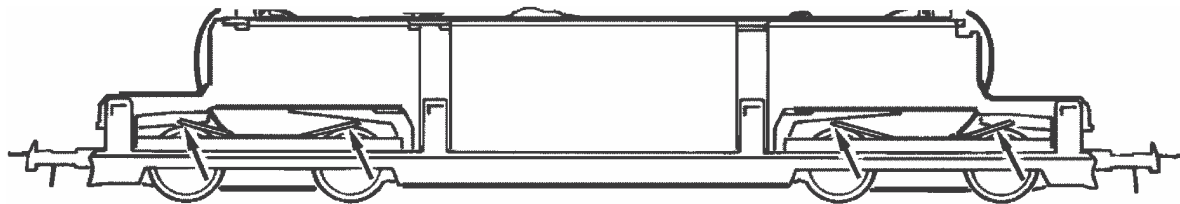

Fig. 8
3. Haftreifenwechsel: Zuerst den Getriebedeckel abnehmen (Fig. 4). Danach den **Radsatz** herausnehmen und die **Haftreifen** mit einer Nadel od. mit einem feinen Schraubendreher abziehen (Fig. 8). Beim Aufziehen der neuen Haftreifen darauf achten, dass diese sich nicht verdrehen.
3. Change of traction tyre: Remove the gear cover (fig. 4). Take out **wheel set** and remove **traction tyre** using a pin or a fine screwdriver (fig. 8). When pressing on the new traction tyre please **avoid twisting it**.
3. Échange des bandages d'adhérence: Démontez d'abord **le couvercle du carter des engrenages** des engrenages (fig. 4). Délogez ensuite les essieux bandagées et enlevez, à l'aide d'une aiguille ou d'un tourne-vis fin, les bandages d'adhérence (fig. 8). Lors du montage des nouveaux bandages veuillez veiller à ce que les bandages **ne soient pas tordues**.